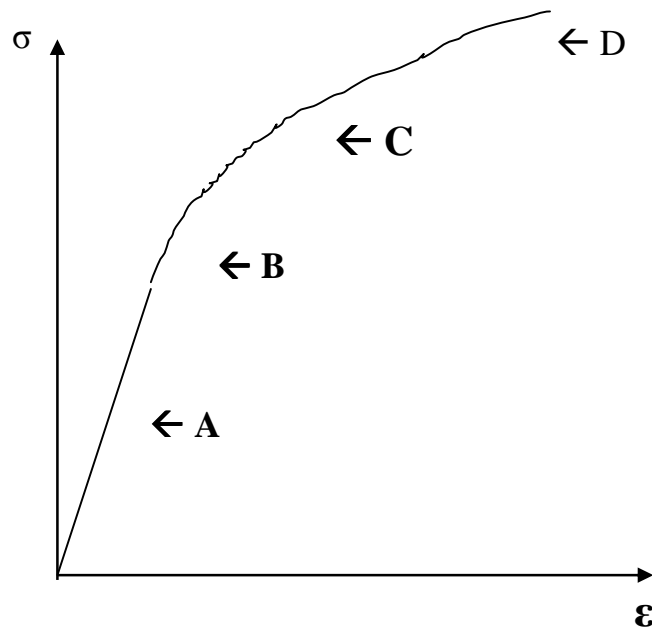

Figura 2.-
14.- Utilizando el diagrama de fases de la figura 2, analice las aleaciones siguientes